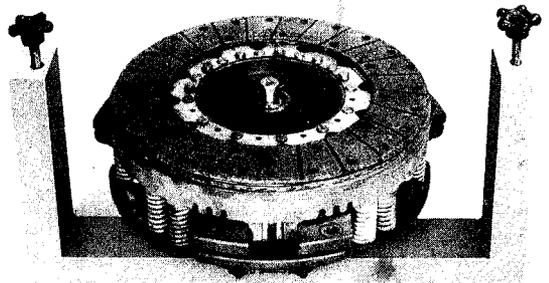

Fig. 6
- 3° Poser l'ensemble embrayage sur le pont ; le disque primaire sera orienté comme indiqué sur la figure 6.